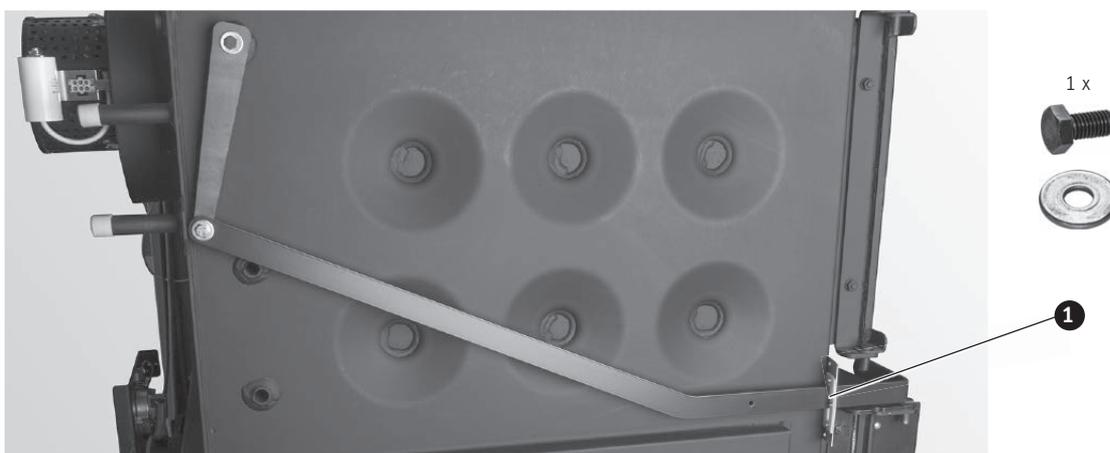

Fig. 40 Visser le levier de nettoyage des surfaces d'échange
- ▶ Visser le levier de nettoyage des surfaces d'échange à l'arbre à l'aide de la vis à six pans M8x16 et de la rondelle en U 8 – Fig. 40.